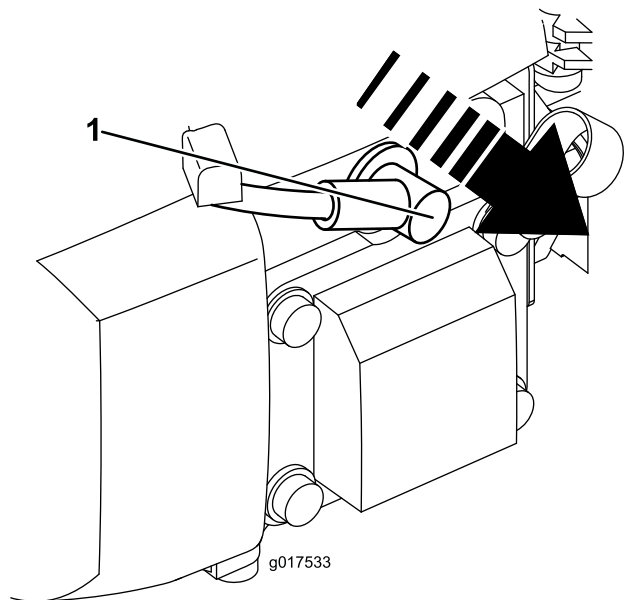

Figura 17
2. Desligue o fio da vela de ignição da vela da ignição (**Figura 17**) antes de executar qualquer procedimento de manutenção.